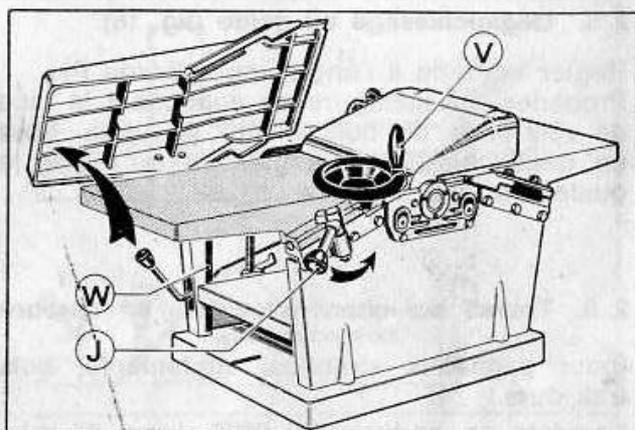
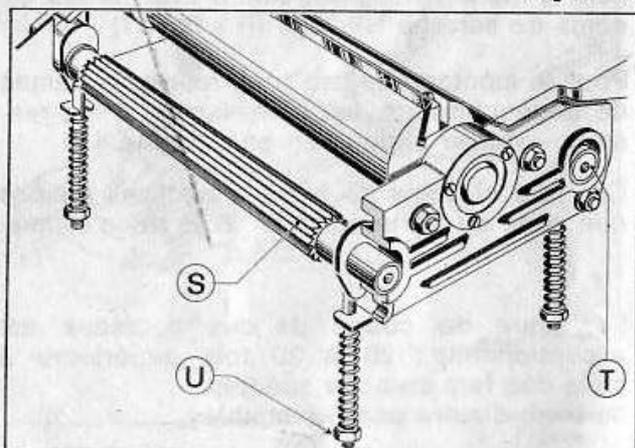

Figure 18
Figure 19
- relever la table de sortie en actionnant le levier J (fig. 18)
- mettre en place le volant (V).
Le bois est entraîné automatiquement par deux rouleaux, l'un cannelé (S - fig. 19), l'autre lisse (T).
Le réglage en hauteur se fait à l'aide du volant **V** - fig. 18